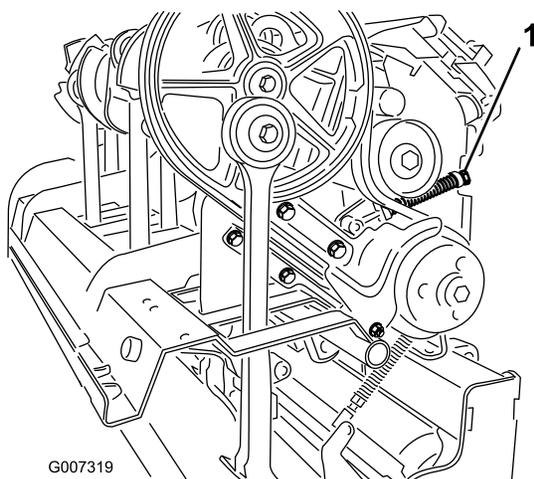

Figura 37
4. Per rilasciare la tensione della molla, allentate il dado di bloccaggio che fissa il fermo della molla (Figura 37) e ruotate il fermo.